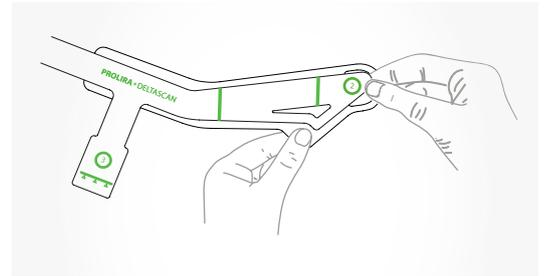

Abbildung 15: Entfernen Sie die Schutzfolie, während Sie Punkt 2 des DeltaScan Patch halten.
- Stellen Sie sich vor den Patienten. Halten Sie Punkt 2 des DeltaScan Patch zwischen Daumen und Zeigefinger und entfernen Sie die Schutzfolie, wie in Abbildung 15 gezeigt.